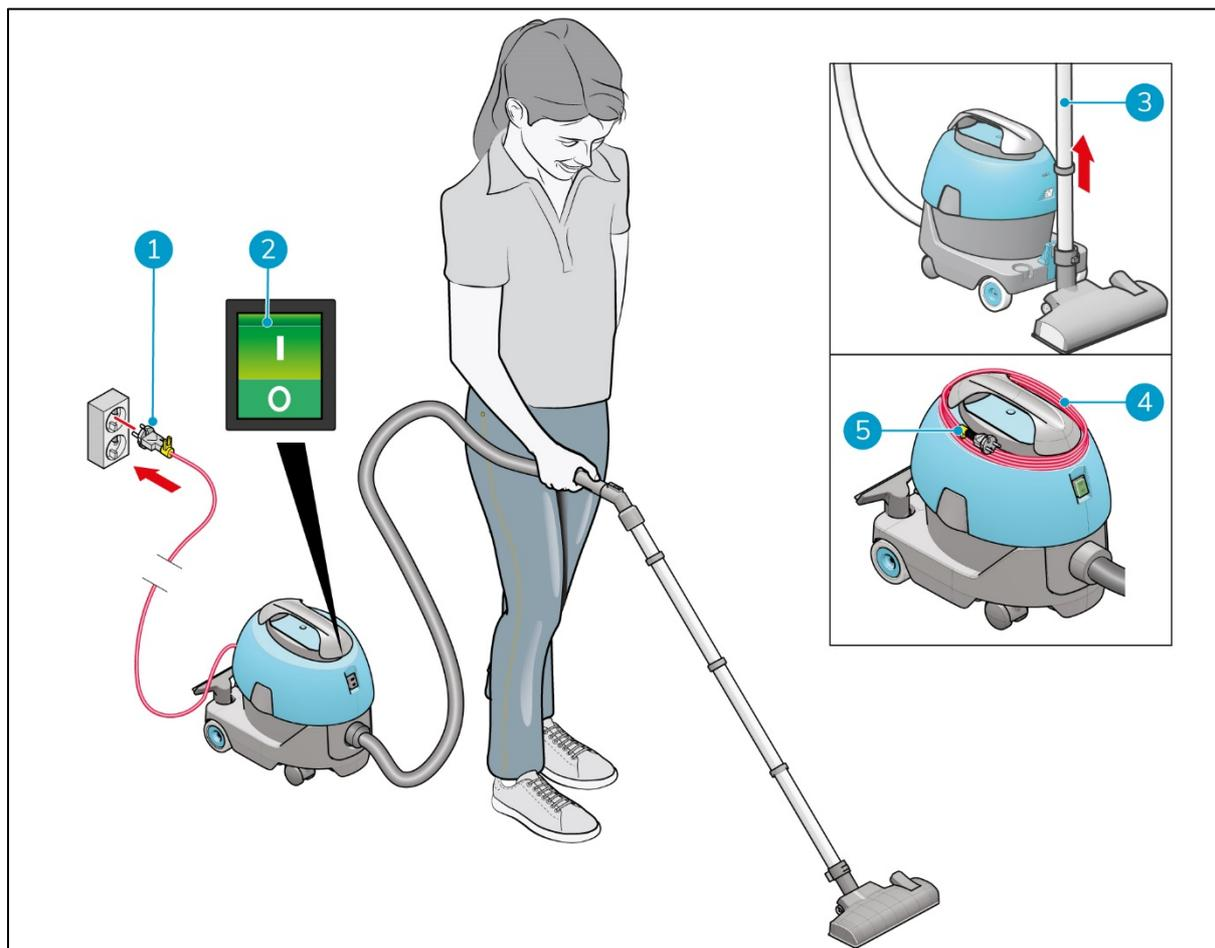

Figure 17
1. Branchez le câble d'alimentation sur la prise murale (Figure 17, pos. 1).
2. Appuyez sur l'interrupteur ON/OFF (Figure 17, pos. 2) pour démarrer l'i-vac® 5. Le voyant vert de l'interrupteur ON/OFF s'allume.
3. Prenez le manche sur son support (Figure 17, pos. 3).
1. Appuyez sur l'interrupteur ON/OFF (Figure 17, pos. 2) pour éteindre l'i-vac 5.
2. Débranchez le câble d'alimentation de la prise murale (Figure 17, pos. 1).
3. Enroulez le câble d'alimentation autour du capot de l'i-vac 5 (Figure 17, pos. 4).
4. Placez le serre-câble jaune (Figure 17, pos. 5) sur le câble.
5. Remettez le manche sur le support (Figure 17, pos. 3).